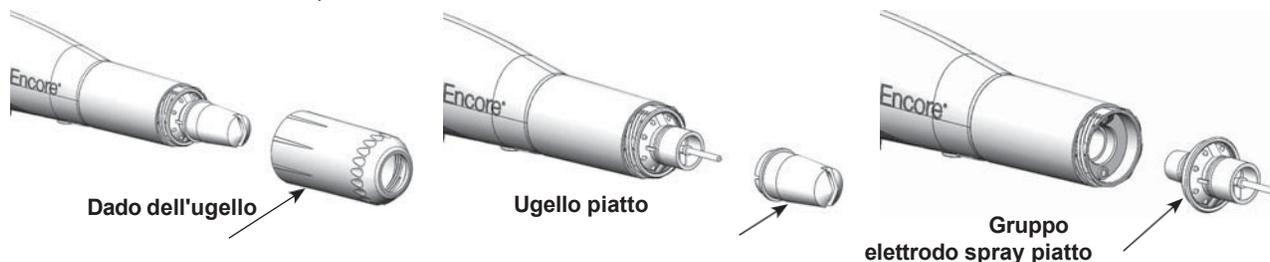

Figura 6 Sostituzione di un ugello piatto
2. Vedere Figura 6. Svitare il dado dell'ugello in senso antiorario.